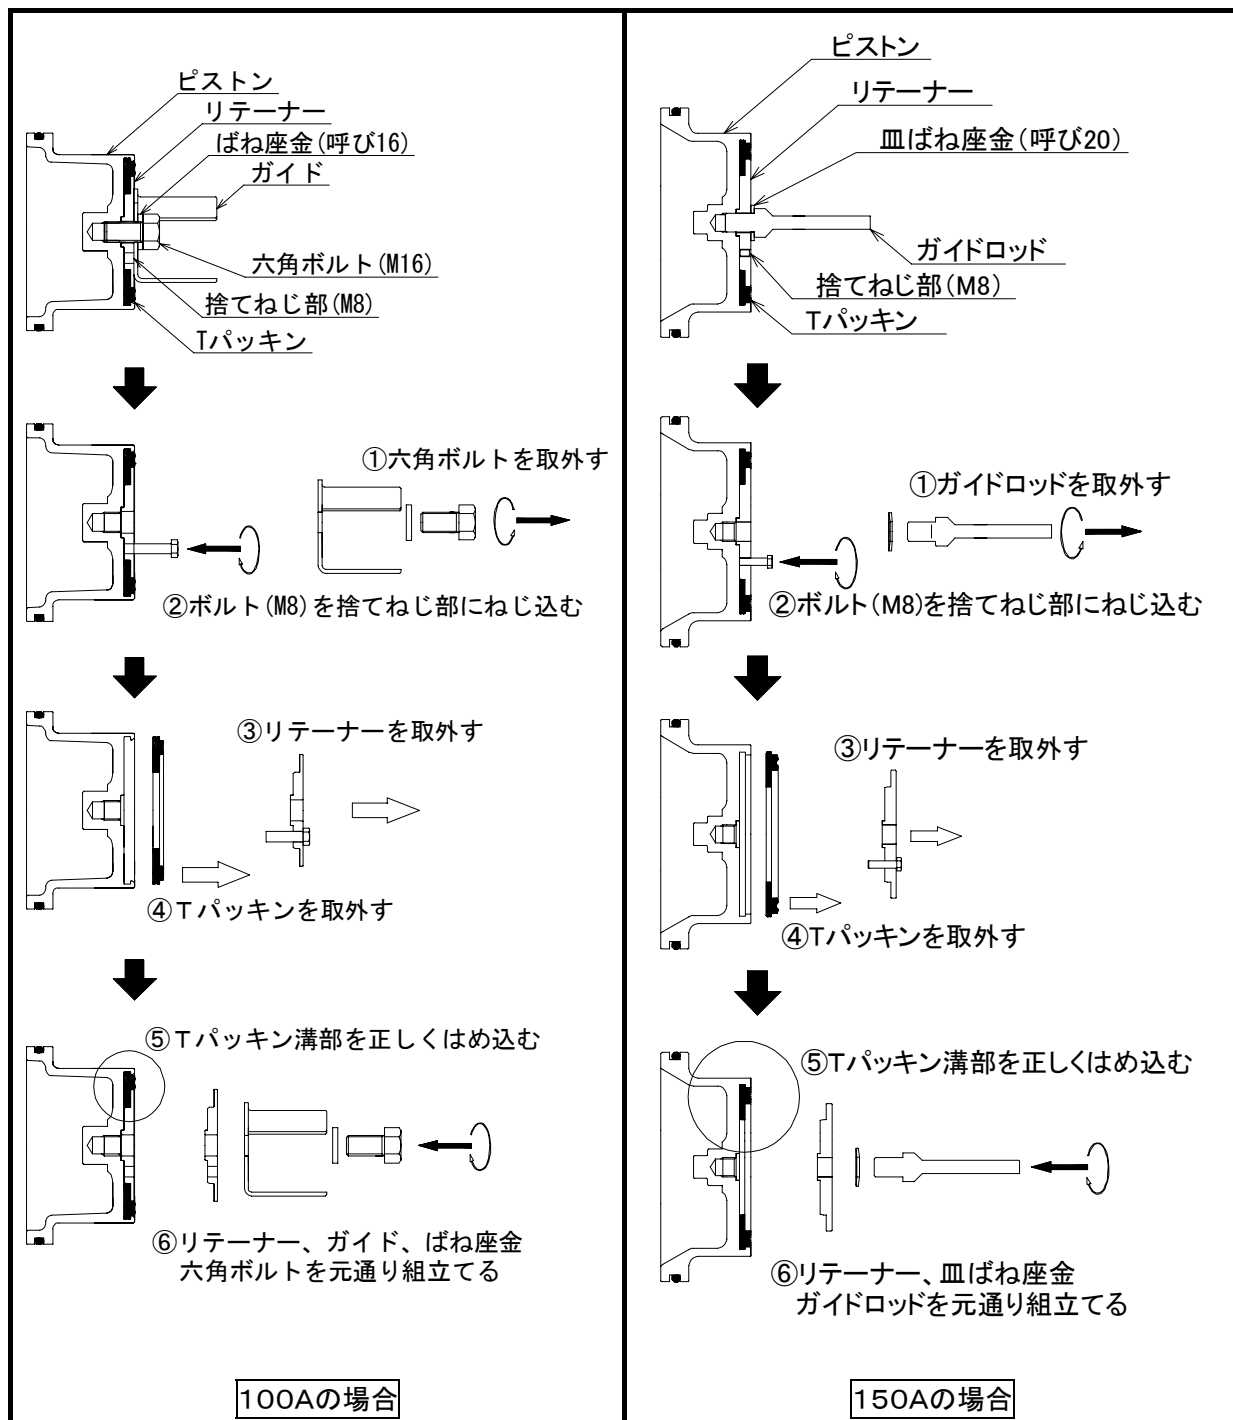

図14. Tパッキンの交換方法
(4)ピストンを取外します。ピストンを取外す際は、附属スピンドルレンチの「ピストン取外しめねじ」をご使用ください。下図のように、スピンドルレンチのハンドルを「スピンドル回し穴」側に取り付け、「ピストン取外しめねじ」をピストン中央の凸部にねじ込み、スピンドルレンチを引き抜くとピストンを取出すことができます。このとき、場合によってはライナーも一体となり取出される場合があります。また、ピストンを取外す際に、100Aの場合は「ガイド」、150Aの場合は「ガイドロッド」(18ページの図14を参照)の先端等でアラーム弁のシート面を傷つけないように注意してください。